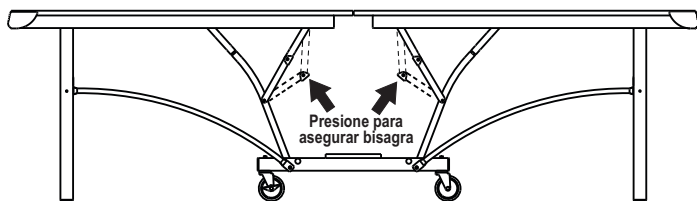

Figura 8
3. Asegure las cuatro bisagras. Ver **Figura 8**.
4. Asegure los postes al centro de la mesa y la red como se muestra en la próxima pagina (11).
1. Ponga la mesa en posición para de juego y asegure las bisagras como se muestra en la **Figura 8**.